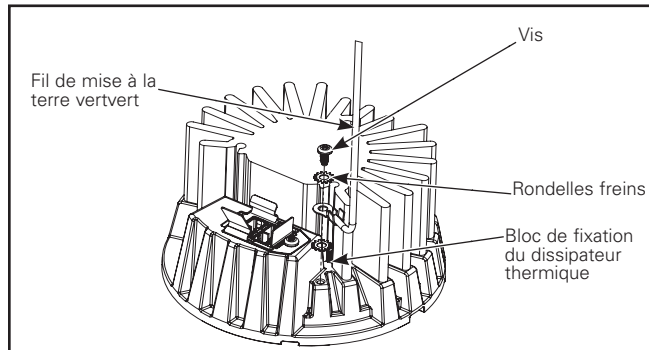

Figure 13.
- Repérez le câble d'attache vert à l'intérieur du cylindre et fixez-le au dissipateur thermique à l'aide de la vis et de la rondelle contenues se trouvant dans l'enveloppe fixée au câble d'attache. (Figure 13).